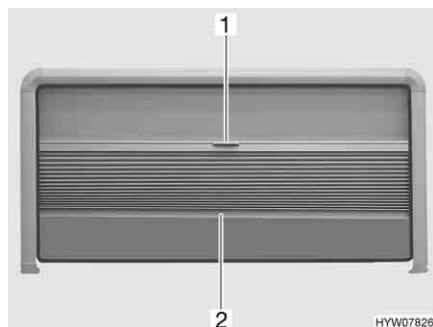

Fig. 56 Finestra apribile
- Afferrare la tendina oscurante pieghevole al centro dell'asta di chiusura (Fig. 56,2) e tirare delicatamente verso il basso.
- Tenere la parte centrale dell'asta di chiusura (Fig. 56,2) della tendina oscurante pieghevole e spingere quest'ultima verso l'alto con cautela.
- Tirare la zanzariera a rullo verso il basso utilizzando la maniglia (Fig. 56,1).
- Spingere la zanzariera a rullo completamente verso l'alto utilizzando la maniglia (Fig. 56,1).